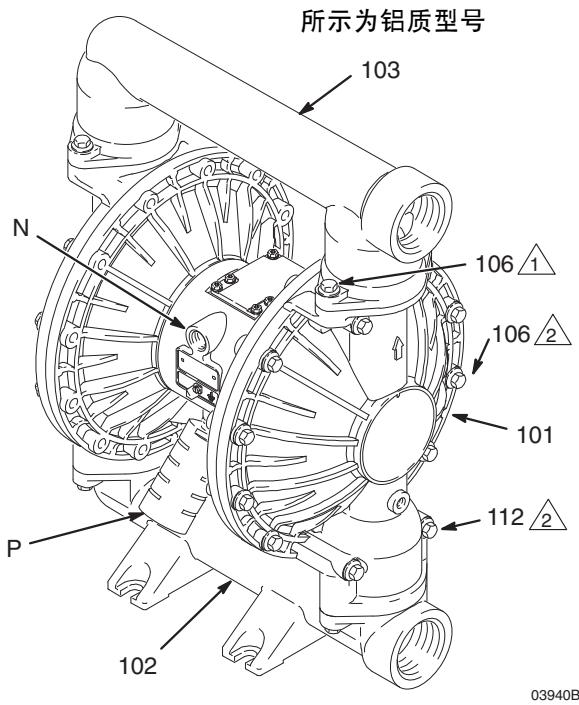

图 3 _____
- 泵很重。如果必须移动，需用两个人紧紧抓住出口歧管 (103) 提升泵。参见图 3（第 10 页）。